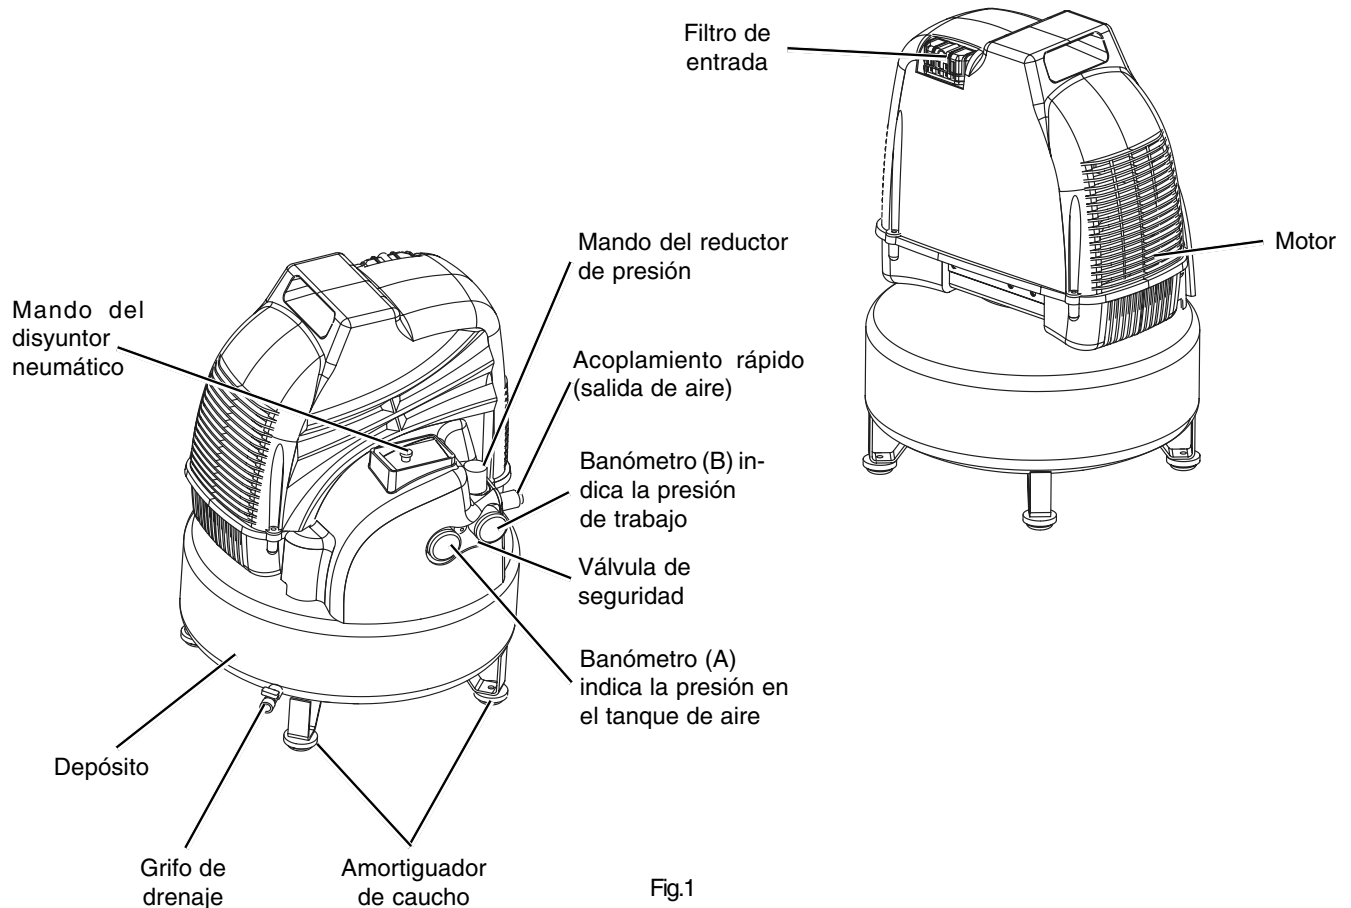
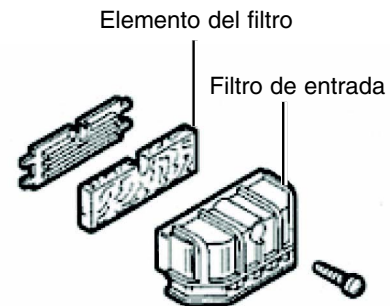

Fig.1
Fig.5
NOTA: Cuando se usa o se guarda el compresor, colocar 4 parachoques de goma debajo del piso del compresor (Consulte la Fig. 1).
- (1) Gire el mando del disyuntor neumático hasta la posición "OFF" (Consulte la Fig. 1 y la Fig. 2).
- (2) Desconecte el enchufe del tomacorriente.
Quite el filtro de entrada (Consulte la Fig. 1) cada 50 horas, o una vez a la semana, y limpie el interior del mismo y de su elemento con aire comprimido (Fig.5). Utilice un destornillador Philips para desmontar el filtro de entrada.